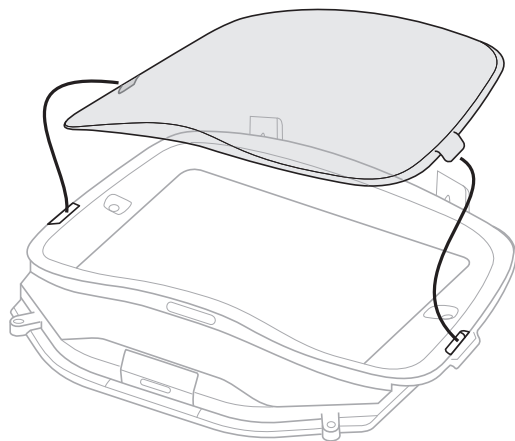

Fig. 21c
- Retirer la plaque de protection externe en faisant glisser un ongle le long du bord à côté des languettes de verrouillage pour la dégager facilement. Retirer la plaque de protection interne en la soulevant légèrement et en la faisant glisser vers l'extérieur de ses rainures (Fig. 21c et 21d).